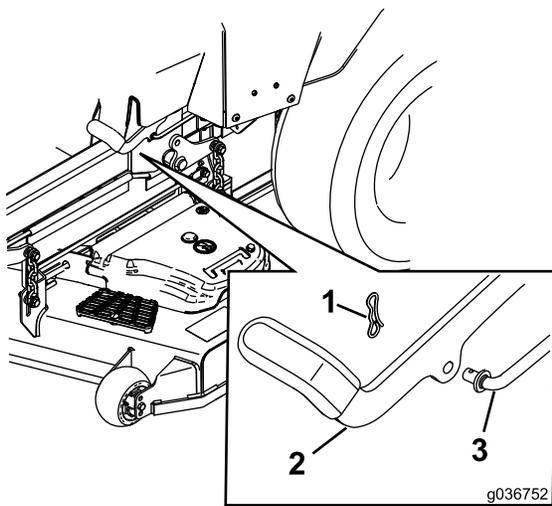

Figura 61
6. Si es necesario ajustarlos, quite el freno de estacionamiento. Retire la chaveta de la barra de acoplamiento del freno (Figura 61).